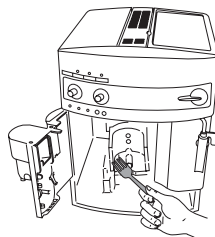
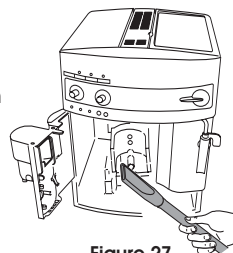

Figure 26
Figure 27
- Nettoyez avec soin l'intérieur de l'appareil en le grattant avec une fourchette en plastique ou en bois (Figure 26) puis récupérez tous les résidus avec un aspirateur (Figure 27).